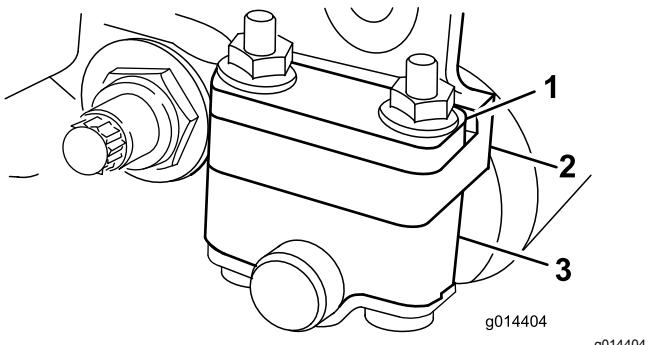
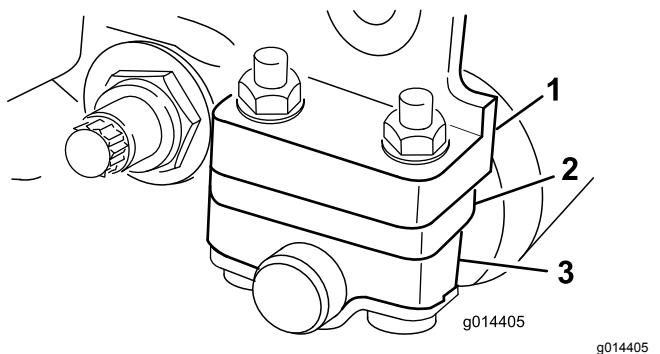

Figura 14
Figura 15
Dependiendo del intervalo de alturas de corte deseado, ajuste los soportes del rodillo trasero (Figura 14 o Figura 15) a la posición superior o inferior:
- Coloque el espaciador encima de la brida de montaje de la chapa lateral (ajuste de fábrica) para obtener un intervalo de alturas de corte de 1,5 a 6 mm, según se muestra en Figura 14.
- Coloque el espaciador debajo de la brida de montaje de la chapa lateral para alturas de corte de 3 mm a 25 mm, según se muestra en Figura 15.
- 4. Coloque los espaciadores sobre los tornillos,encima o debajo de los soportes de los rodillos,según sea necesario (Figura 14 o Figura 15).